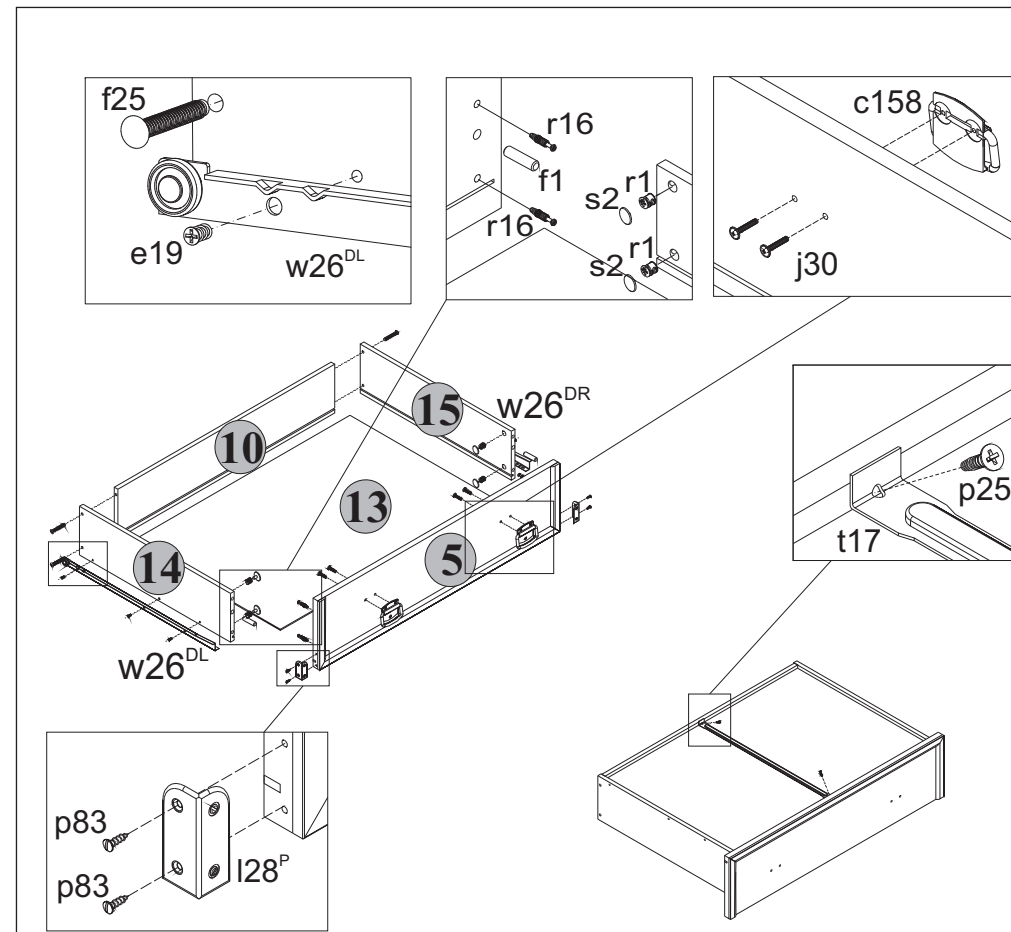

Рис. 1
5.22 Перевернуть ящики выдвижные дном вверх и закрепить на боковых стенках 14 и 15 ящиков еврошурупами e19 направляющие w26DL и w26DR (см.рис. 1).
5.23 Закрепить фиксаторы дна t17 шурупами p25 (см.рис. 1), пользуясь крестообразной отверткой.
5.15 В отверстия диаметром 8 мм на передних кромках стенок боковых 14 и 15 корпусов выдвижных ящиков вбить деревянные шканты f1 (см.рис.1).
5.16 В отверстия диаметром 15 мм на внутренних поверхностях стенок боковых 14 и 15 корпусов выдвижных ящиков вставить стяжки эксцентриковые r1 (см.рис.1).
5.17 В отверстия диаметром 5 мм на внутренних поверхностях панелей передних 5 и 6 ящиков выдвижных с помощью крестообразной отвертки вкрутить винты стяжки r16 (см.рис.1).